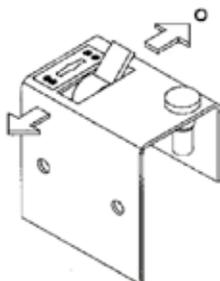

Рис. 2 Пневматический джойстик
- коробкой отбора мощности (рис. 2)
В случае если производителем шасси не предусмотрено оснащение автомобиля механизмом управления приставкой отбора мощности (англ. power take off - PTO), управление ею осуществляется с помощью пневматического джойстика (рис.2)
4. Включить коробку отбора мощности, установить рычаг пневматического контроллера в позицию „РТО включено» (рис. 2 позиция „I»). Контрольная лампочка на джойстике загорится, сигнализируя о включении коробки отбора мощности.
Если гидравлическая система не используется, пневматический джойстик должен быть установлен в позиции „РТО выключено» (рис. 2 позиция „О»). Так же и с оригинальным выключателем. Передвижение с включенной коробкой отбора мощности запрещается по причине опасности повреждения приставки и элементов гидравлической системы.